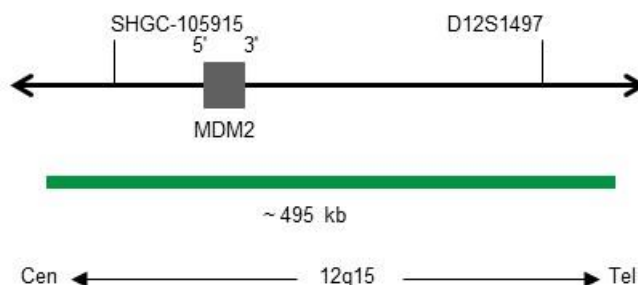

Fig. 1. SPEC MDM2 Mapa de la sonda (no está a escala)
- Polinucleótidos marcados en verde (excitación a 503 nm/emisión a 528 nm) ZyGreen (~10,0 ng/μl), dirigidos a secuencias localizadas en 12q15* (chr12:69,071,802-69,565,421), que alberga la región del gen MDM2 (ver Fig. 1).
- Polinucleótidos marcados en naranja (excitación a 547 nm/emisión a 572 nm) ZyOrange (~1,5 ng/μl), dirigidos a secuencias localizadas en 12p11.1-q11 específicas para la región centromérica satélite alfa D12Z3 del cromosoma 12 (ver Fig. 1).